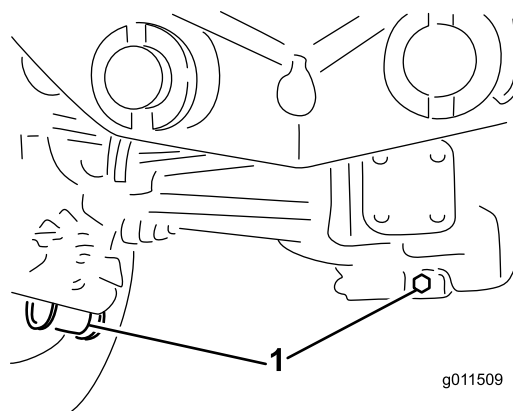

Figura 66
2. Limpe a zona em redor dos 3 tampões de escoamento, 1 em cada extremidade e 1 no centro (Figura 66).